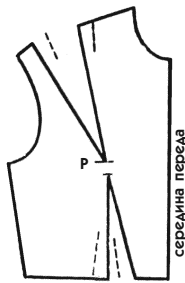

Рис. 133
- снимите выполненное лекало с базового, закройте новую вытачку, сложив одну линию с другой, и проведите прямую линию плеча, соединив оба конца (рис. 133).
Сдвиг вытачки по линии талии вызывает удлинение первой линии вытачки и укорочение второй. Это становится видно, когда вы закрываете вытачку. Поэтому необходимо исправить линию талии по более длинной стороне вытачки (рис. 133). На вытачке груди этого неудобства не возникает, потому что угол между плечом и вытачкой изменяется несущественно.